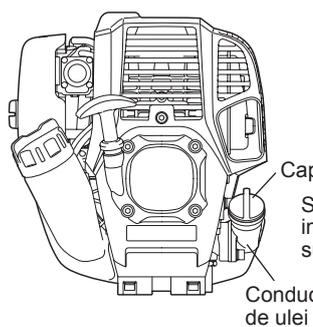

Fig. 1
- Setează nivelul motorului, scoateți capacul de ulei (Fig. 1) și verificați pentru a vedea dacă există sau nu ulei în intervalul dintre limita superioară și inferioară marcate pe conducta de ulei (Fig. 2).